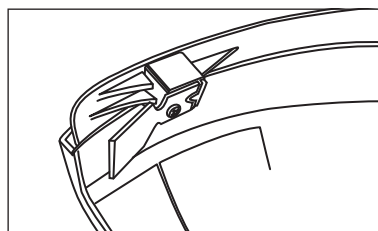

рис. 4.1
Установите на защитный кожух (6) нож (11) для подрезки триммерной лески, как показано на рис. 4.1.